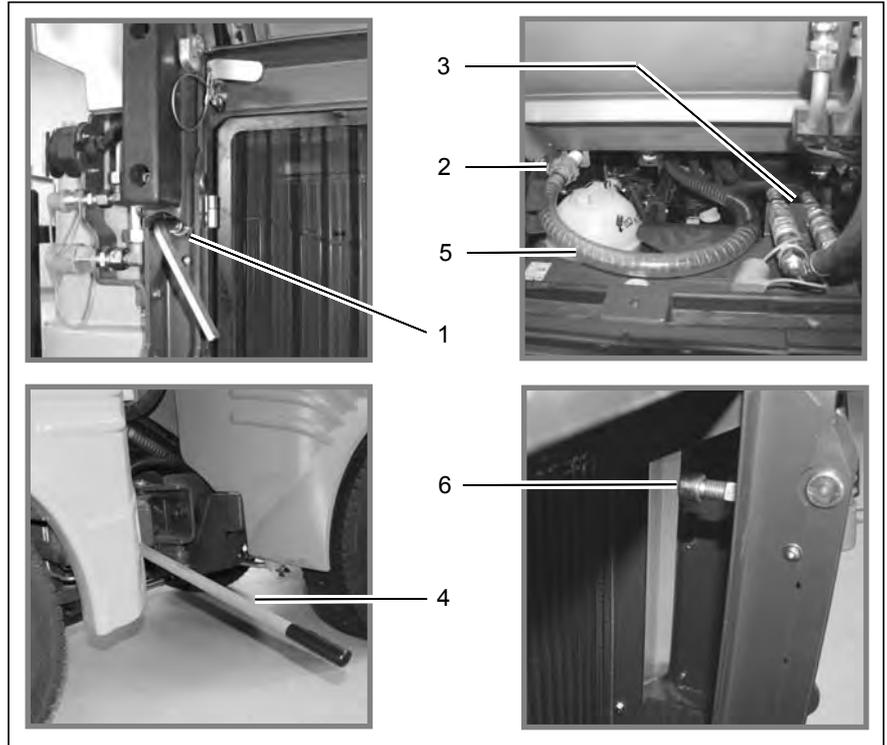

Fig. 35
9. Aligner la benne avec les deux vis de réglage (Fig. 35/6).
10. Serrer fermement les appuis arrière de la benne avec des vis de fixation (Fig. 35/1) sur le véhicule arrière.
11. Raccorder l'accouplement Geka (Fig. 35/2) du système d'eau de circulation.
12. Raccorder les accouplements hydrauliques (Fig. 35/3).
13. Soulever la benne avec le levier (Fig. 35/4).
14. Serrer encore une fois les deux vis de fixation (Fig. 35/1) quand la benne est arrivée à la position supérieure !
15. Contrôler la position du tuyau d'eau de circulation (Fig. 35/5) !